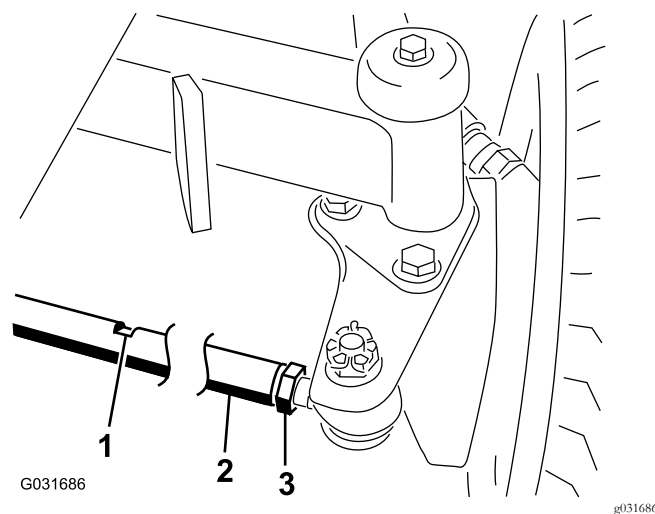

Рисунок 48
2. Ослабьте контргайку с каждой стороны соединительной тяги (Рисунок 48).